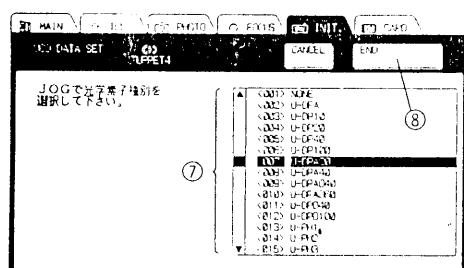

図 16
- 2) 設定するターレットNo. 6を押すと、図16の画面となり、ターレットが回転し、指定ターレットが光学素子挿入口にセットされます。